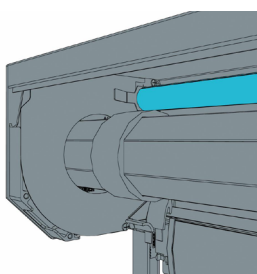

Fig. 21. Mise en palce de la partie gauche du tube avec moustiquaire
- mettre la partie gauche du tube avec le ressort de tirage direct saillant dans le trou dans le support **M-BR-L** ou dans la flasque **GPU** (fig. 21) ;